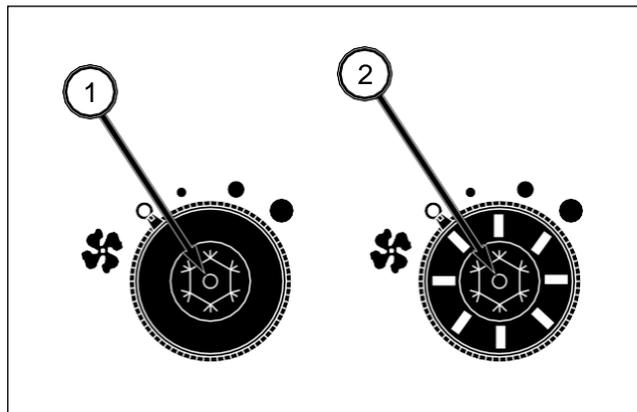

FIG. 175
FIG. 175: Para poner en marcha la climatización pulse el botón (1). El botón de climatización (2) se enciende cuando la climatización está en marcha. Para ajustar la climatización, gire el selector de velocidad del ventilador a la posición «Marche» (marcha).